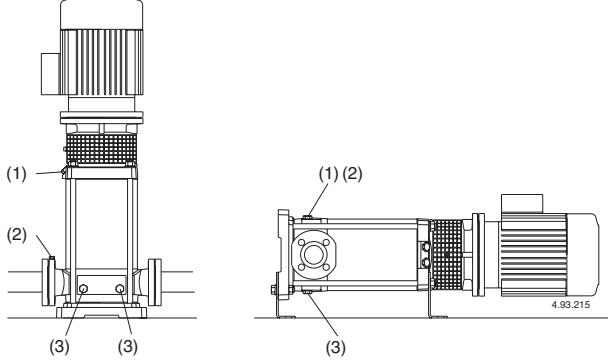

Рис. 4
При положении **насоса выше уровня перекачиваемой жидкости** (работа в режиме всасывания, рис. 3A) или при недостаточной высоте напора (менее 1 м) для открытия обратного клапана наполните всасывающую трубу и насос через соответствующее отверстие (1) (рис. 4). Для удобства можно использовать шланг (или колено) и воронку.
Рис. 4а Наполнение:
Рис. 4б При работе: внутренний
При работе под гидравлическим напором (рис. 3В) наполняйте насос, медленно открывая задвижку на всасывающей трубе до полного раскрытия; при этом, задвижка в подающей трубе и отдушины (1) и (2) должны быть полностью открыты (рис. 4), чтобы выпустить воздух.
Закрыть отдушины (1) и (2) (рис. 4).
Для MXV-B, MXV(L) 25-32-40 е MXV(L)4 25-32-40 Затяните игольчатый винт (14.17) в сливной заглушке (14.12) (рис. 4б) и закройте отверстие для выпуска воздуха (14.04).
Если заливка прерывается (непостоянный поток на подаче при открытых задвижках) или если давление на манометре колеблется, провести повторный выпуск воздуха на всасывании (2), проверить герметичность всех соединений всасывающей трубы и крепко затянуть выпускную заглушку (2) и сливные заглушки (3) со стороны всасывания (рис. 4).
По возможности, как в случае временной работы с грязными жидкостями, прокачайте через насос немного чистой воды для удаления осадков. Либо, после слива воды, промыть насос, залив не менее 40 л чистой воды в заливочное отверстие (1) со стороны подачи и дав ей выйти через сливное отверстие (3) со стороны всасывания (рис. 4).
Перед разборкой насоса отсоединить провод от зажимной коробки, закройте задвижки на всасывании и подаче и слейте жидкость из корпуса насоса (рис. 4).